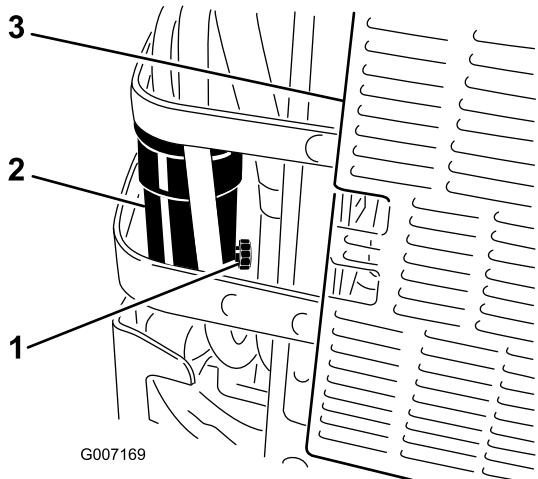

Figure 46
6. Dévissez le robinet de vidange du séparateur d'eau d'un tour environ pour vidanger l'eau et autres contaminants (Figure 46).
7. Fermez le robinet de vidange lorsque le gazole commence à sortir (Figure 46).